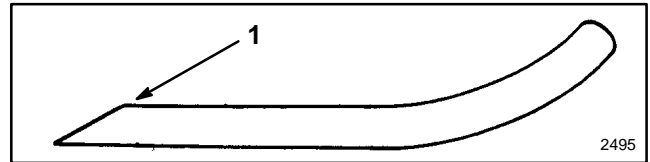

Figure 28
**6. AIGUISAGE DE LA LAME** — Au moyen d'une lime, affuter la partie supérieure de la lame (le côté dirigé vers le haut du carter de la tondeuse) en conservant l'angle de coupe original (fig 28). Si la même quantité de métal est retirée sur chaque tranchant, la lame reste équilibrée.